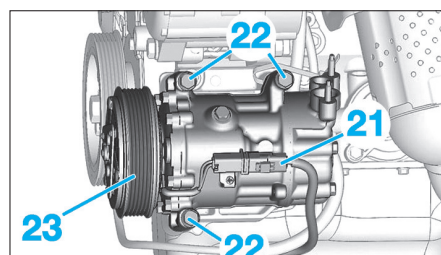

Fig. 52
- Déconnecter le connecteur du compresseur de réfrigération (21) (Fig.52).
- Déposer les 3 fixations (22).
- Écarter et brider le compresseur de réfrigération (23) sans ouvrir le circuit de fluide frigorigène.